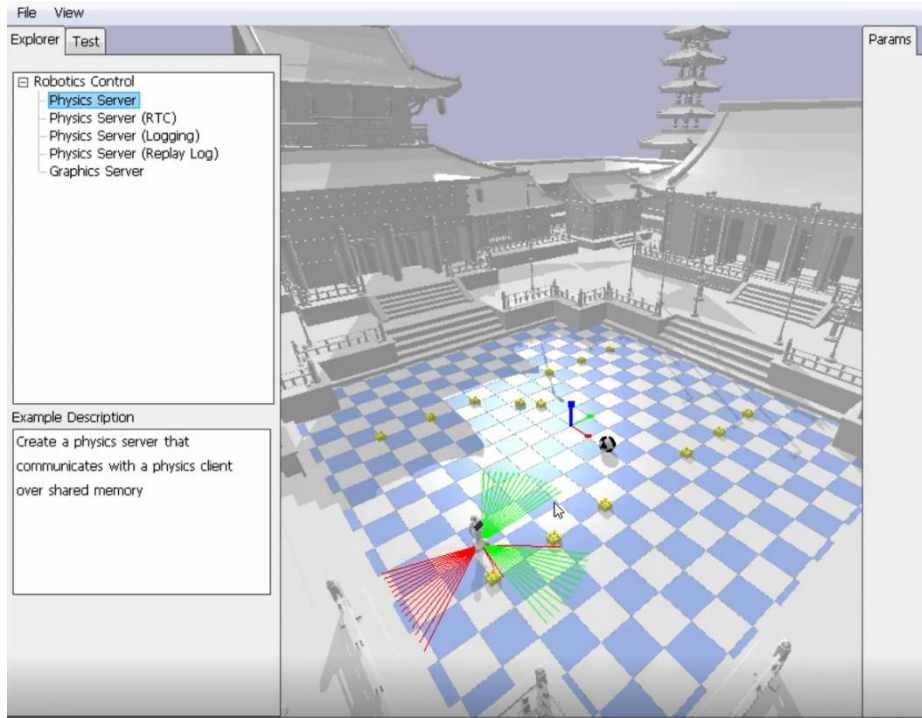

Figure 7. Une snapshot de la scène de simulation
2) Les codes ^[4] et la démonstration dans la figure 7 :